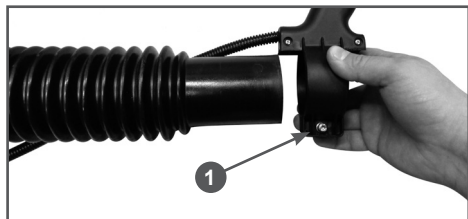

Рис. 4 Установка рукоятки управления
2. Наденьте рукоятку управления на свободный конец гибкой трубы (Рис. 4). При необходимости, ослабьте винт хомута крепления рукоятки управления.